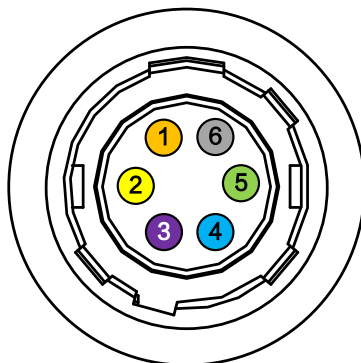

图2-3 6-pin P7 接口
6-pin P7 接口适用于不带 TEC 的短波红外相机，接口如图 2-3 所示，具体管脚定义如表 2-2 所示。
- 图 2-3 与表 2-2 具体中所示的线芯仅为我司销售的线缆线序以及对应的线芯颜色，若线缆不是从我司购买，请以实际线序以及对应线芯颜色为准。